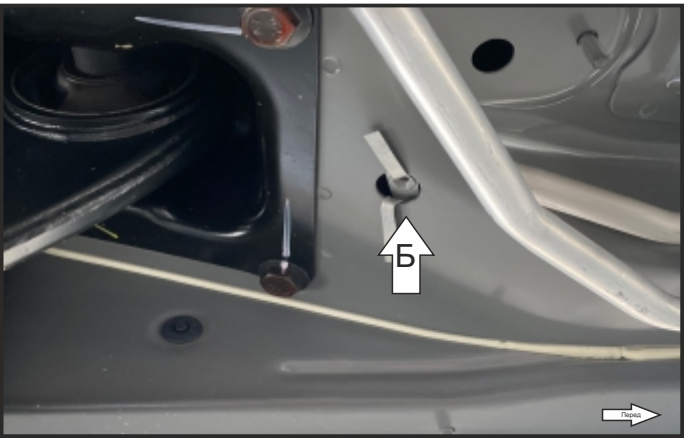

Рис. 8
- 3. Установить закладные М8 в местах, где были извлечены заглушки, и в позиции (Б). (Рис.7,Рис.8).